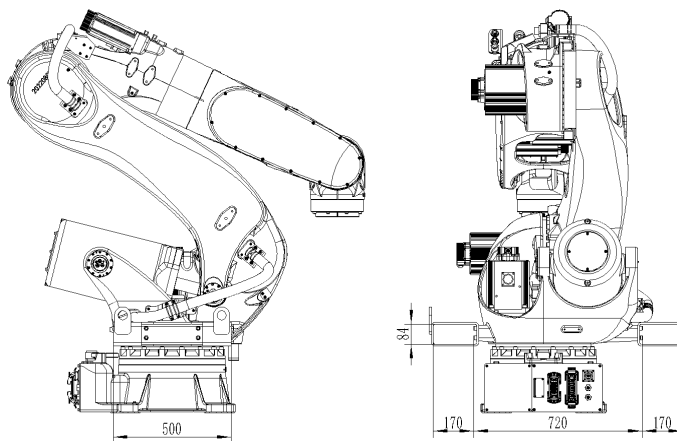

图 3.2.2
- (1) 必须把机器人调整到搬运姿态（参考图3.2.2）。
- (2) 使用能够承受机器人重量的托盘。
- (3) 将机器人用M12螺栓固定在托盘中间。禁止在托盘边沿放置机器人。
- (4) 搬运时，必须缓慢平稳，防止机器人在搬运过程中晃动。